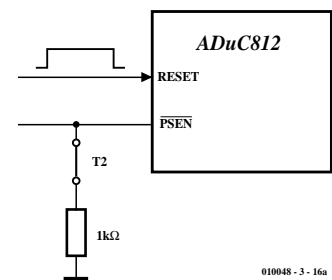

Figure 6a. Activation du mode de débogage (Debug) ou de transfert (programm download).
Étape 1 : il faut commencer par mettre le ADuC812 en mode Download/Debug (**figure 6a**). Pour ce faire il faut forcer la broche PSEN du ADuC812 à la masse au travers d'une résistance de 1 kΩ (niveau bas sur la broche PSEN) avant d'appuyer sur le bouton-poussoir de RAZ (Reset). Dans ce cas de l'ISAC-Cube cela se traduit par une action sur le bouton-poussoir T2 (« Boot ») suivie d'une action sur T1 (« Reset »), T2 restant enfoncé. On relâche ensuite d'abord T1 puis T2.